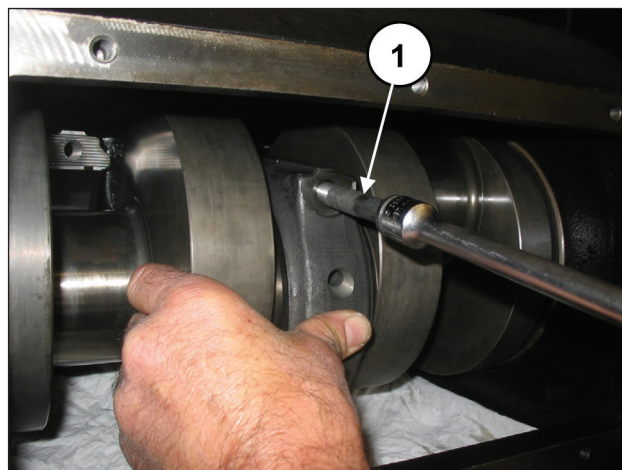

Fig. 60
Fijar los sombreretes a las semibielas con los tornillos M12x1,25x87 (pos. ①, Fig. 60).